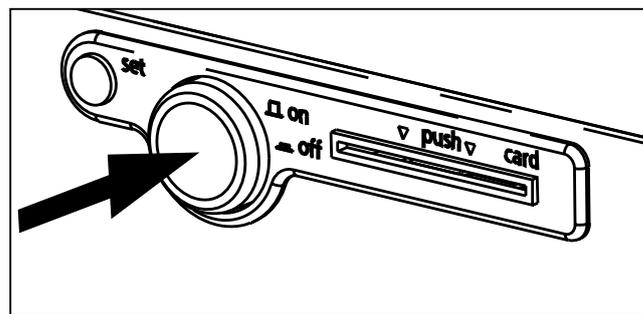

рис. 17 Выключение инкубатора
- ▶ Выключение: нажмите главный выключатель так, чтобы он был утоплен в панель инкубатора (рис. 17).